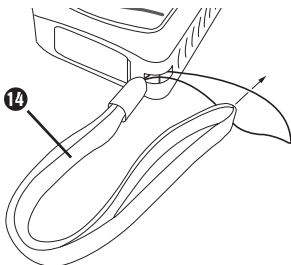

Abb. 1
- ◆ Befestigen Sie die Handschlaufe **14** an der dafür vorgesehenen Öffnung wie in Abbildung 1 dargestellt.